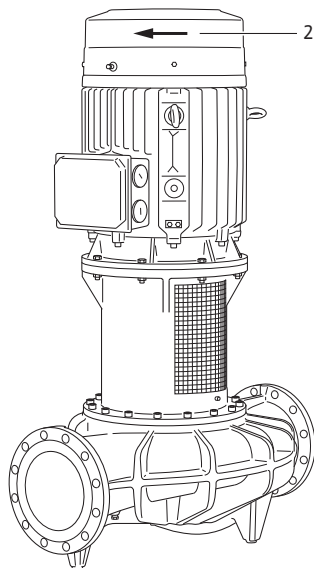

Fig. 47: Vérifier le sens de rotation
- Une brève mise en marche permet de vérifier si le sens de rotation coïncide avec la flèche se trouvant sur le capotage du ventilateur (voir Fig. 47, pos. 2). Si le sens de rotation est incorrect, procéder de la manière suivante :